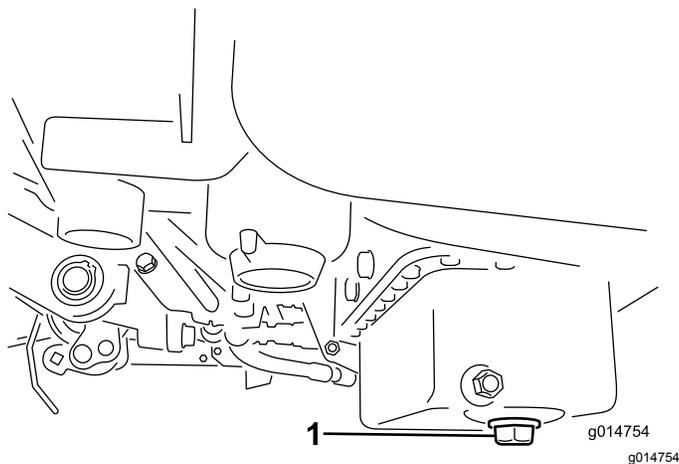

Figura 46
1. Retire o tampão de escoamento e deixe o óleo escorrer para um recipiente adequado. Quando o óleo parar, volte a montar o tampão de escoamento (Figura 46).